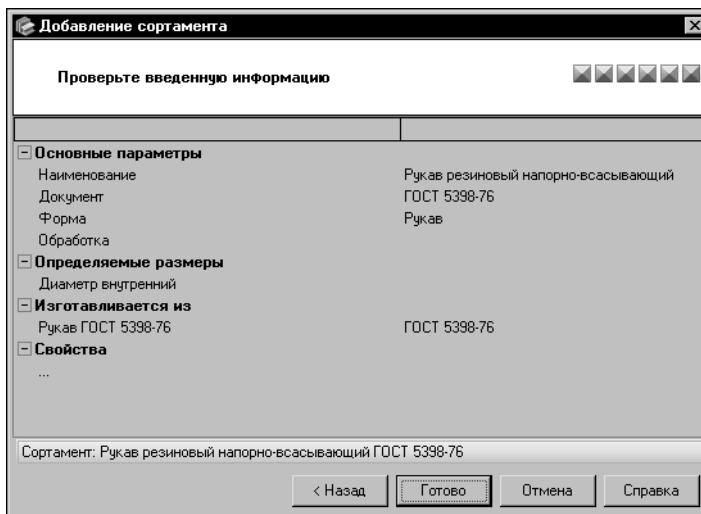

Рис. 6.45. Мастер добавления сортамента: шаг 6
8. В окне шестого шага мастера (рис. 6.45) проверьте правильность введенных сведений.